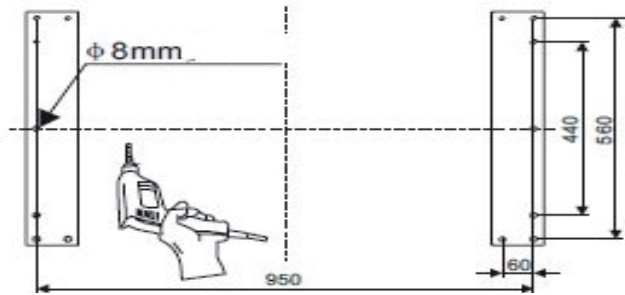

Bild 2
3. Bohren Sie 14 Löcher mit 8 mm Durchmesser, wie in Bild 2 angedeutet. Verwenden Sie die Schrauben (ST6x40 mm), um die Aufhängung an der Decke zu befestigen.